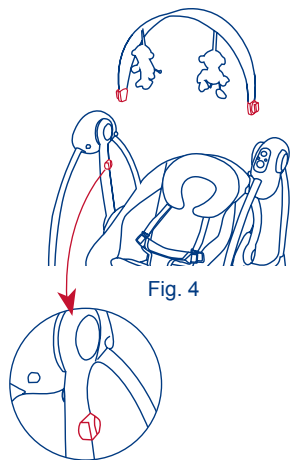

Fig. 4
- 4) • Position the toy bar above the product as shown. Insert the ends of the toy bar into corresponding slots on the frame as shown. (Fig. 4)
- Coloque la barra de juguetes por encima del producto como se indica. Introduzca los extremos de la barra de juguetes en las ranuras correspondientes del armazón como se indica. (Fig. 4)
- Placer la barre à jouets au-dessus du siège, comme l'indique l'illustration. Insérer les extrémités de la barre à jouets dans les fentes correspondantes du cadre, comme l'indique l'illustration. (Fig. 4)